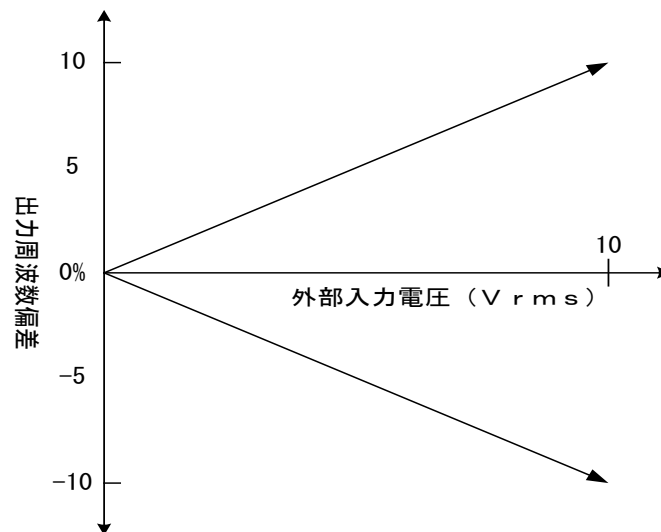

図 5-3. EXT SYNC
- (2) 電源を入れ、各スイッチを目的の位置にセットします。
- (3) 目的の周波数レンジに⑤周波数レンジ設定ボタンをセットし、⑦周波数ダイヤルを以下のように合わせます。例えば、⑤周波数レンジ設定ボタンを $\times 100$ にセットし、⑦周波数ダイヤルを50にセットすると、出力周波数は5 kHz ( $100 \times 50 = 5000 = 5k$ ) となります。
- (4) ④出力波形選択ボタンで正弦波、方形波のいずれかを選択します。ボタンがオフ（押し込まれていない状態）で正弦波、オン（押し込まれた状態）で方形波が選択されます。
- (5) 出力の振幅を変えるには、⑥出力レベル調整ツマミと②減衰器で設定してください。設定例として振幅をセットする手順を以下に示します。
- a. ③OUTPUT端子に電圧計を接続します。②減衰器を0 dBにセットして、電圧計の表示が1 V r m s になるように⑥出力レベル調整ツマミを回します。
- b. ②減衰器を-10 dBにセットすると、振幅は316 mV r m s になります。
- c. ②減衰器を-20 dBにセットすると、振幅は100 mV r m s になります。
- d. ②減衰器を-30 dBにセットすると、振幅は31.6 mV r m s になります。
- e. ②減衰器を-40 dBにセットすると、振幅は10 mV r m s になります。
- f. ②減衰器を-50 dBにセットすると、振幅は3.16 mV r m s になります。
- (6) ⑧外部同期入力端子に正弦波（外部入力信号）を入力すると、外部入力信号と同期した周波数の信号が③OUTPUT端子から出力されます。同期する範囲は外部入力信号の振幅に比例して図5-3. に示されるように、1 V r m s の入力電圧につき $\pm 1\%$ です。